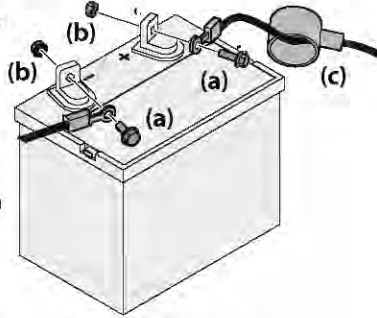

Figura 21
1. Retire la cubierta plástica, si está presente, del cable positivo de la batería. Conecte el cable rojo al terminal positivo de la batería (+) utilizando el perno (a) y la tuerca hexagonal (b). Consulte la Figura 21.
2. Retire la cubierta plástica, si está presente, del terminal negativo de la batería y conecte el cable negro al terminal negativo de la batería (-) utilizando el perno (a) y la tuerca hexagonal (b). Consulte la Figura 21.